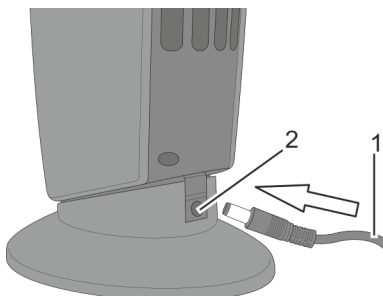

Fig. 2: Branchement du ioniseur d'air
3. Insérez la fiche du cordon d'alimentation (Fig. 2/1) dans la prise d'alimentation (Fig. 2/2) au dos de l'appareil.